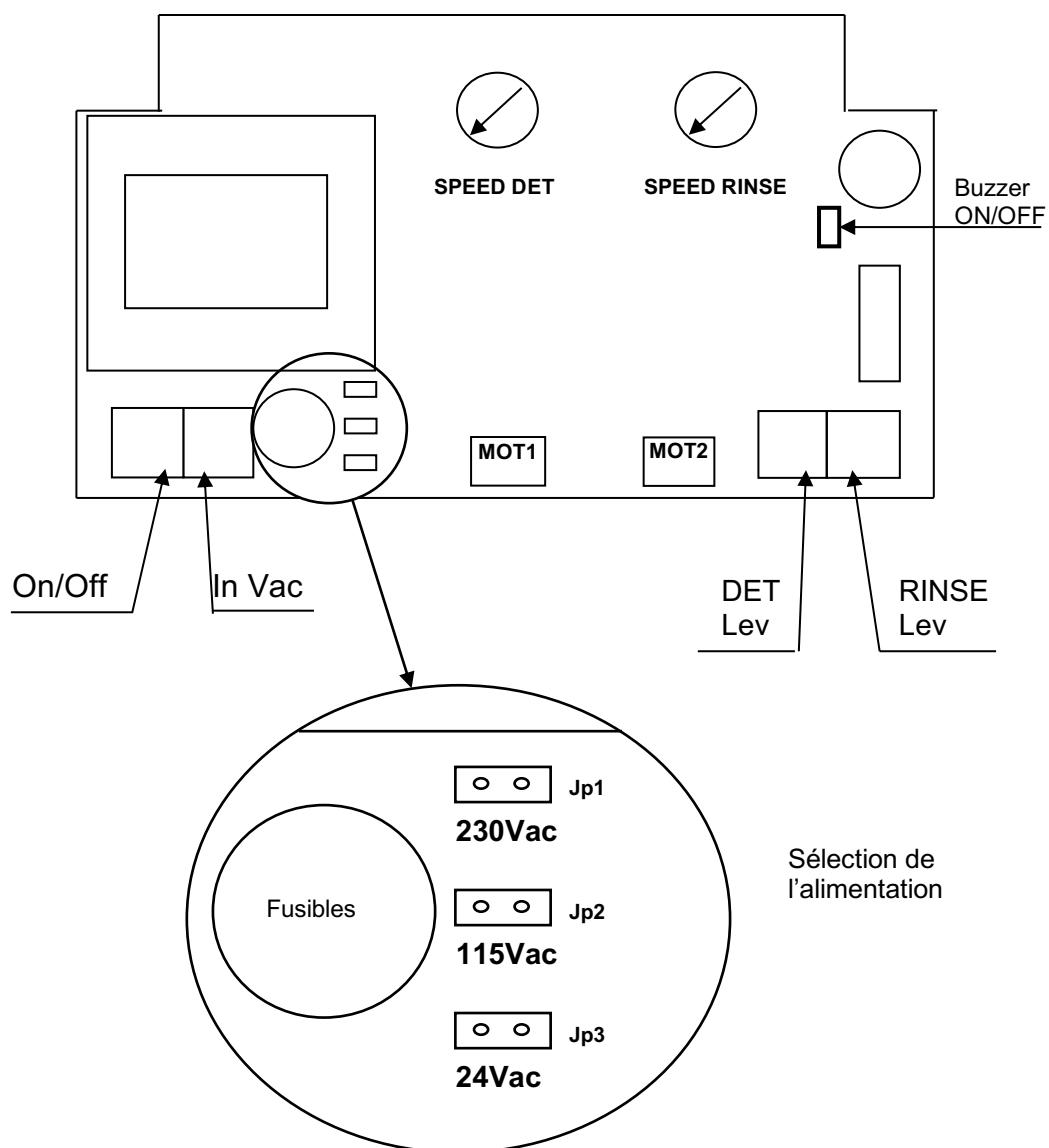

Figure 6
- Brancher la sonde de niveau de détergent au connecteur **Det Lev** et la sonde de niveau de produit de rinçage au connecteur **RINSE Lev** (voir Figure 6).
Quand le détergent est dosé, la LED 1 est verte/ON. La sonde de niveau étant branchée, quand le liquide en cours de dosage atteint le niveau minimum, l'alarme sonore s'active et la LED 1 devient rouge. Pour faire cesser l'alarme sonore, enlever le cavalier qui se trouve à côté (voir fig. 6).
Quand le produit de rinçage est dosé, la LED 2 est verte/ON. La sonde de niveau étant branchée, quand le liquide en cours de dosage atteint le niveau minimum, l'alarme sonore s'active et la LED 2 devient rouge. Pour faire cesser le signal sonore, enlever le cavalier qui se trouve à côté (voir fig. 6)